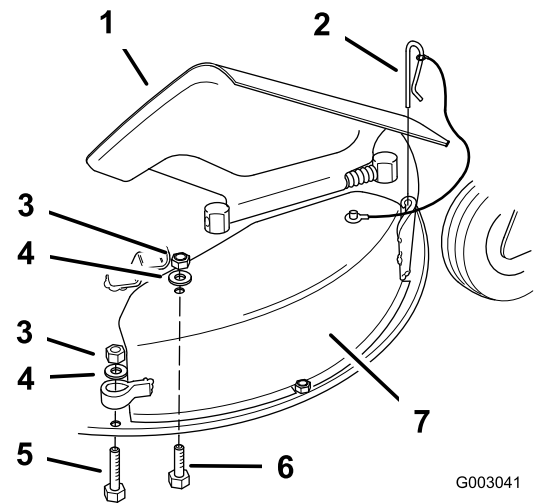

Figure 54
4. Relevez le déflecteur d'herbe et enlevez la goupille de l'éjecteur à l'avant du couvercle d'éjection (Figure 54).
5. Enlevez le contre-écrou, la rondelle plate et le boulon (5/16 x 1-1/4 inches) qui fixent le haut du couvercle d'éjection sur le dessus du plateau de coupe (Figure 54).
6. Enlevez le contre-écrou, la rondelle plate et le boulon (5/16 x 2-1/4 po) qui fixent la boucle sur l'arrière du couvercle d'éjection à l'anneau du plateau de coupe (Figure 54).
7. Enlevez le couvercle d'éjection du plateau de coupe (Figure 54).